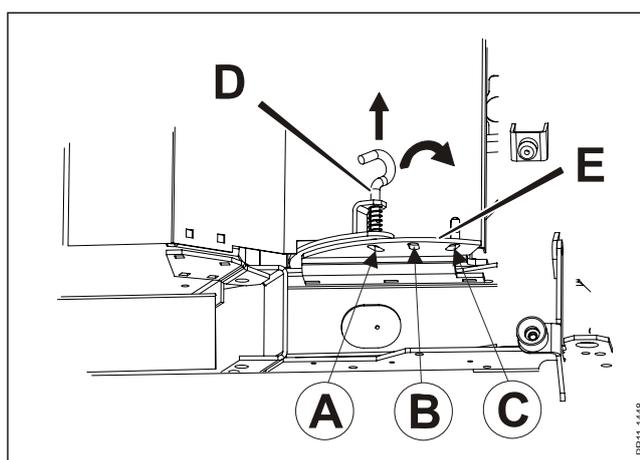

Fig. 3-13
**Fig. 3-13** Der Abstand der Aufbereiterplatte zum Rotor kann dadurch geändert werden, dass man Handgriff **D** zu einer der anderen Löcher in der Konsole **E** rückt. Wenn der Handgriff in Pos. (A) angebracht wird, ist der Abstand zwischen der Aufbereiterplatte und den Aufbereiterfingern klein, in Pos. (B) ist der Abstand mittelgroß und in Pos. (C) ist der Abstand groß.